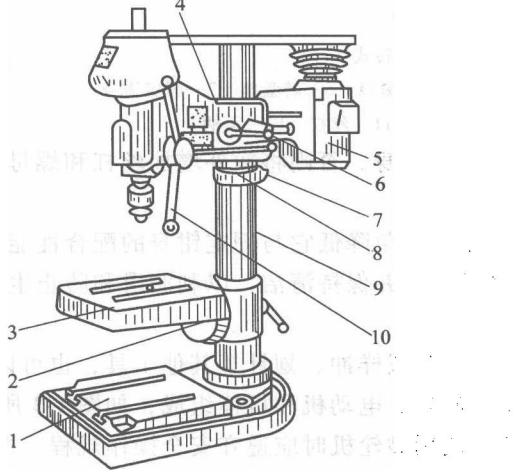

图 1-4 台式钻床
(1) 台式钻床 台式钻床简称台钻，是一种小型钻床，一般安装在工作台上或铸铁方箱上，其结构如图 1-4 所示。